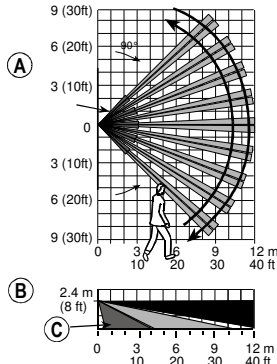

Abb. 2. Erfassungsmuster und Durchgangstest
- D. Gehen Sie über den äußeren Rand des Erfassungsbereichs (siehe Abb.2) in beide Richtungen. Jedes Mal, wenn Ihre Bewegung erfasst wird, leuchtet die LED rot auf, gefolgt von dreimaligem Blinken der LED, wodurch die Kommunikationsqualität mit der Zentrale angezeigt wird. Die folgende Tabelle erläutert die Anzeige der LED.